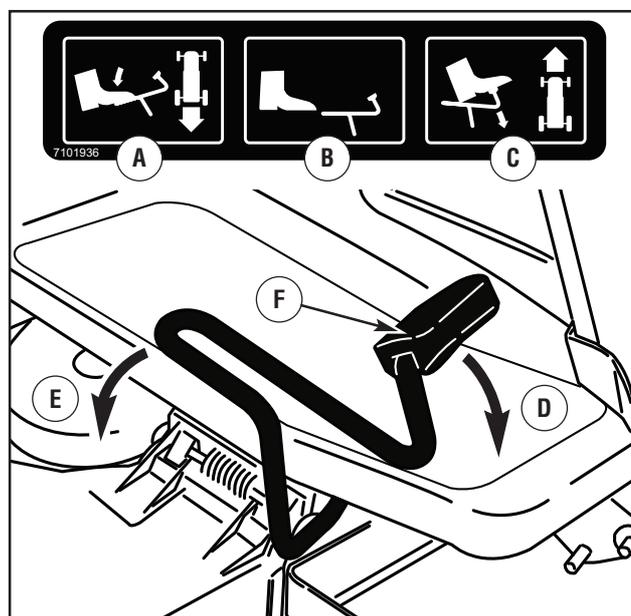

Figura 11: Funzionamento controllo della velocità
4. Premere lentamente il **pedale di controllo della velocità** fino alla velocità desiderata (figura 11).
1. Premere lentamente il **pedale di controllo della velocità** fino alla velocità desiderata (figura 11).
1. Premere il **pedale di controllo della velocità** (figura 11), 0